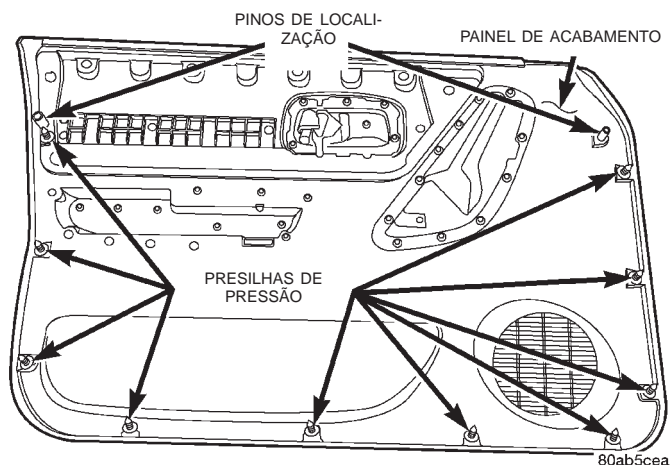

Fig. 25 Presilhas de Pressão
(3) Movimente o painel de acabamento da porta para fora e ligue as hastes do puxador à lingüeta.
(4) Posicione o painel de acabamento sobre a vedação interno e empurre-o para assentá-la.
(5) Faça o alinhamento dos pinos de localização e pressione as presilhas (Fig. 25) Pressione para dentro para fixar.
(6) Instale os parafusos que prendem o painel de acabamento ao painel interno da porta.
(7) Instale a manivela do vidro, se for equipado.